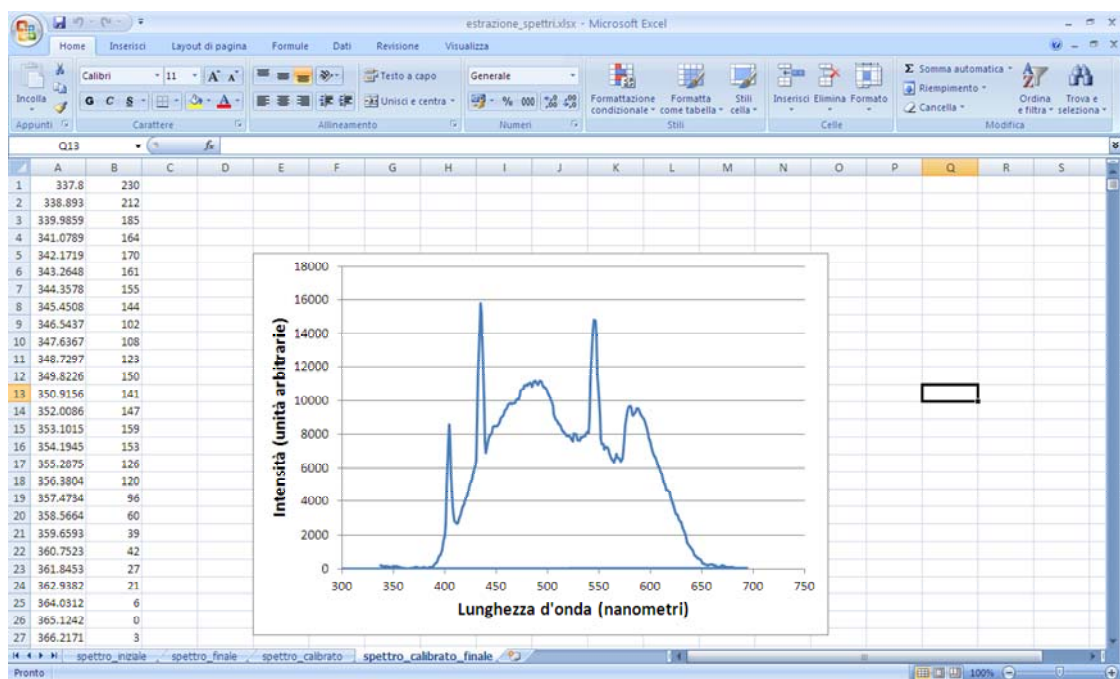

Figura 16: grafico finale dello spettro, correttamente calibrato e privato in automatico del rumore di fondo.
- 7) Nel Foglio Spettro_calibrato_finale si troverà lo spettro calibrato con il rispettivo grafico (privato in automatico del rumore di fondo) (Figura 16).